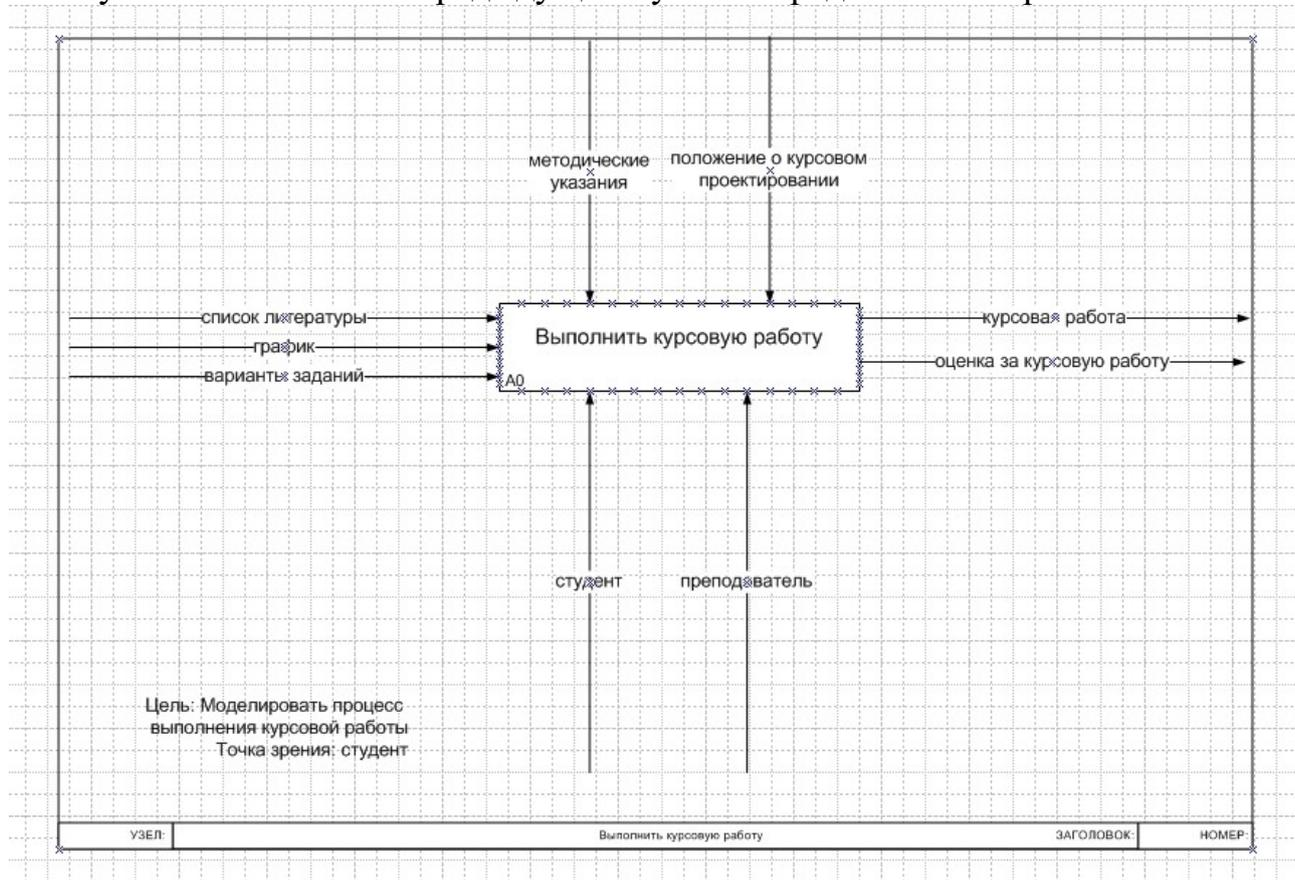

Рисунок 6 – Контекстная диаграмма
7. Результат выполнения предыдущих пунктов представлен на рис. 6